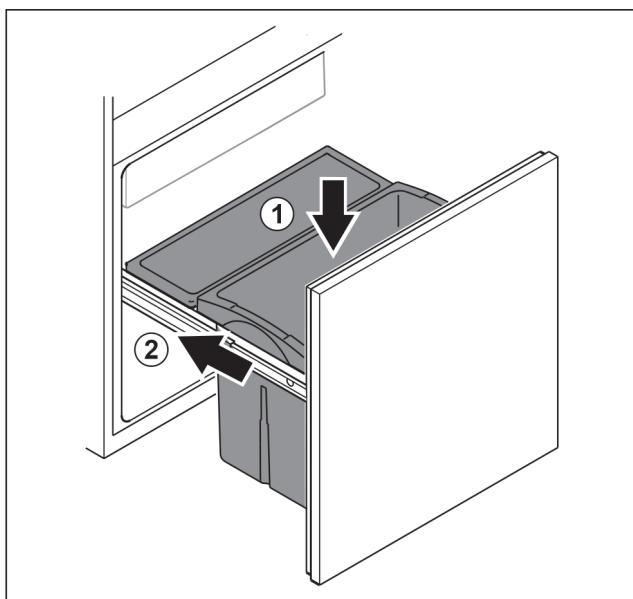

Fig. 90
- Вставити висувний ящик зверху. Fig. 90 (1)
- Вставити витяжний візок. Fig. 90 (2)